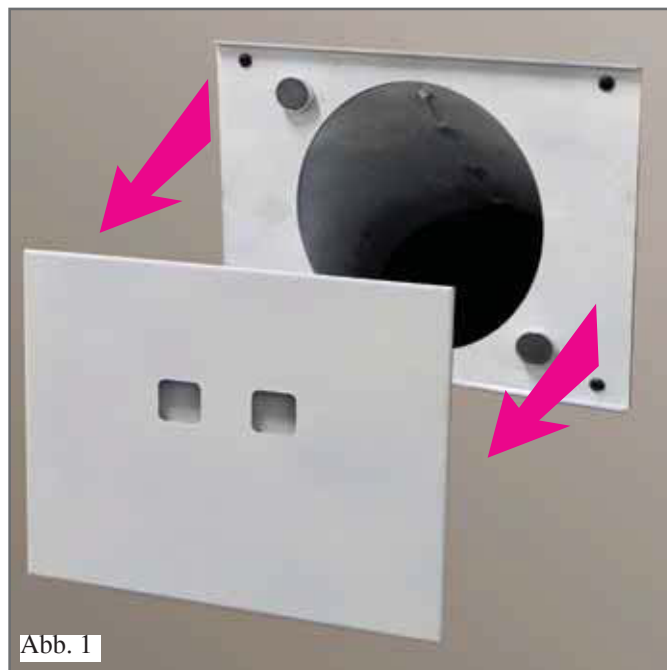

Abb. 1
1) Die beiden senkrechten Wände gemäß Abb. 1 zusammenbauen.
INSTALLATION DER BEFÜLLUNGSÖFFNUNG MIT KLASPE (Abb. 1 und 2).